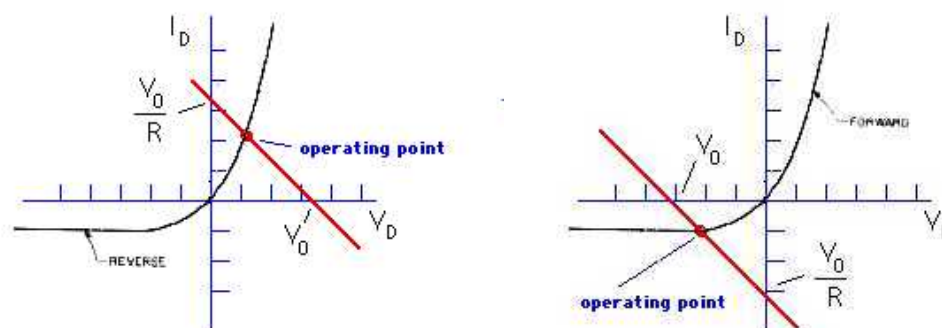

Figure 2: Droites de charge et points de fonctionnement pour une diode en polarisation directe (à gauche) et inverse (à droite).
La droite de charge ("load line", voir fig.2) donne le point de fonctionnement d'un composant placé dans un circuit donné. Son utilité deviendra plus évidente avec les transistors, en attendant, les diodes permettent de bien illustrer le concept.
1. Avec le circuit utilisé précédemment, produisez la droite de charge du circuit (fig.2 à gauche) avec V_{cc} en utilisant les lois de Kirchoff et en prenant les conditions aux frontières: